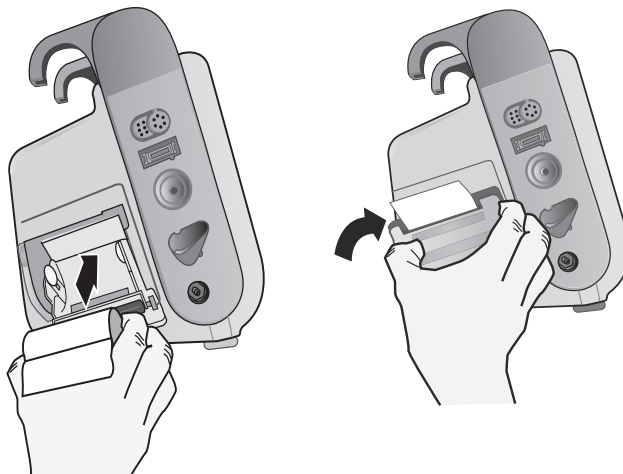

Abbildung 26-2. Einlegen des Papiers und Schließen der Druckerklappe
4. Legen Sie das Papier wieder in das Gerät ein und schließen Sie die Klappe (siehe Abb. 26-2).